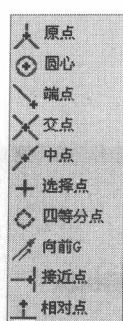

图 1-8 下拉菜单
- 当希望捕捉到屏幕上已经存在的图形元素的特征点时，可以先移动鼠标光标到该点，然后单击 按钮，将出现如图 1-8 所示的下拉菜单。在该菜单中可以选择捕捉坐标原点、圆的圆心、直线或圆弧的端点、两个图形元素的交点、直线或圆弧的中点、屏幕上已存在的点、圆弧的等分点、鼠标光标与图形元素最接近的点、与某个点相对的点以及某个图形元素的切点或法向点。